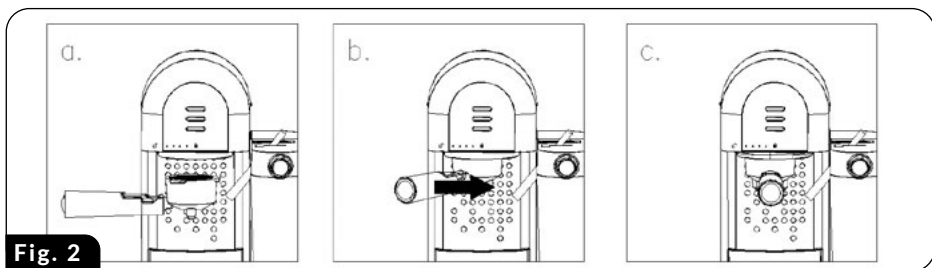

Fig. 2
1. Așezați flaconul (10) cu filtrul instalat (13) în locașul de montare a flaconului (5) astfel încât suportul flaconului (12) să coincidă cu simbolul lacătului deschis de pe panoul frontal al aparatului de cafea (fig.2).